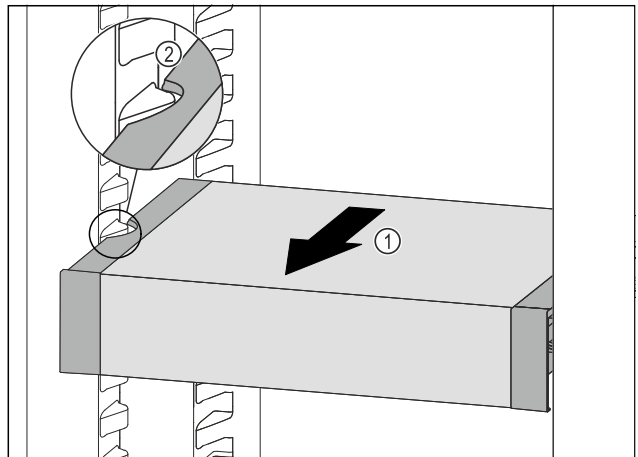

Fig. 184
- ▶ Потягнути VarioSafe вперед Fig. 184 (1), поки бокові заглиблення VarioSafe не опиняться на рівні ребра для ємності в охолоджувальному відділенні. Fig. 184 (2)